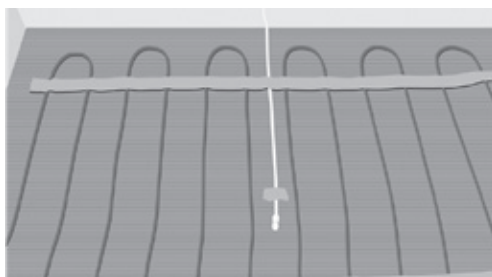

Bild 9. Placera rörledning/sensor mellan två kablar
12. Placera och fixera ledningsrör eller golvsensor om inget ledningsrör är installerat. Täta änden av ledningsröret. Se till att placera röret/sensorn mellan två värmekablar (bild 9).